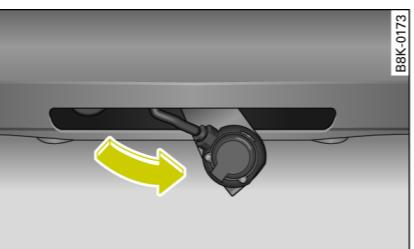

图 234 后保险杠区域：
- 接着，向上将插座 ⇒ 图 234 摆到极限位置。由此，可同时自动封闭座槽。